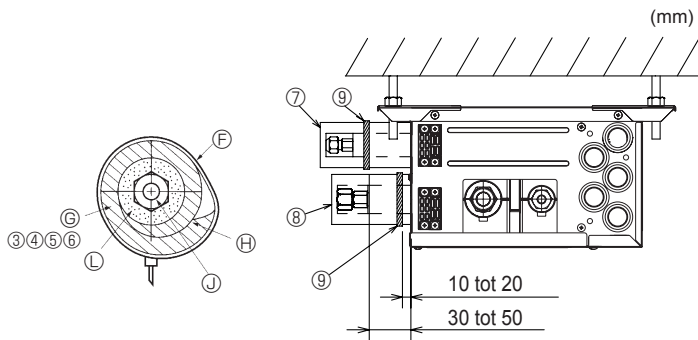
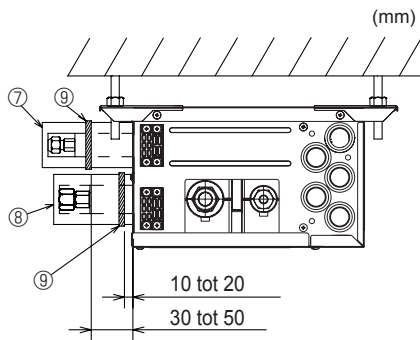

Fig. 7-3
Fig. 7-4
- (1) Verwijder de optrompmoeren en de kappen van de aftakdoos.
- (2) Tromp de uitenden van de vloeistof- en gaspijpen op en breng koelolie (lokaal aan te schaffen) op de opgetrompte zitting aan. Breng geen olie op de schroefdraadgedeelte.
- (3) Sluit de koelpijpen onmiddellijk aan. Draai de optrompmoeren altijd met een momentsleutel en een tweede moersleutel aan tot het aangegeven moment volgens de onderstaande tabel.
- (4) Druk de pijpafdekkingen ③ en ⑤ op de vloeistofpijpen tegen de unit en omwikkel deze om ze op hun plaats te houden. (Fig. 7-3)
- (5) Druk de pijpafdekkingen ④ en ⑥ op de gaspijpen tegen de unit en omwikkel deze om ze op hun plaats te houden. (Fig. 7-3)
- (6) Breng de meegeleverde banden ⑨ aan op een positie van 10 - 20 mm van elk uiteinde van de pijpknappen (③④⑤⑥).
- (7) Indien de binneneenheid niet is aangesloten, brengt u de meegeleverde pijpafdekkingen (met kappen, ⑦ en ⑧) op de koelpijpaansluitingen van de aftakdoos aan om te voorkomen dat condenswater van de pijpen kan druppelen. (Fig. 7-4)
- (8) Klem de pijpafdekkingen (⑦⑧) met de meegeleverde banden ⑨ op hun plaats.
- ⓕ Band ⑨
- ⓖ Pijpafdekkingen ③④⑤⑥
► Volg de onderstaande procedures voor onderdelen van de aftakdoos die niet aan een binneneenheid zijn aangesloten. (Fig. 7-4)
- (1) Let erop, om koelstoflekage te voorkomen, dat de optrompvoeren worden aangedraaid met de momenten\* die vermeld zijn in tabel 3.
- (2) Plaats om condensatie te voorkomen de pijpafdekkingen ⑦ ⑧ en zet ze vast met de meegeleverde banden ⑨.